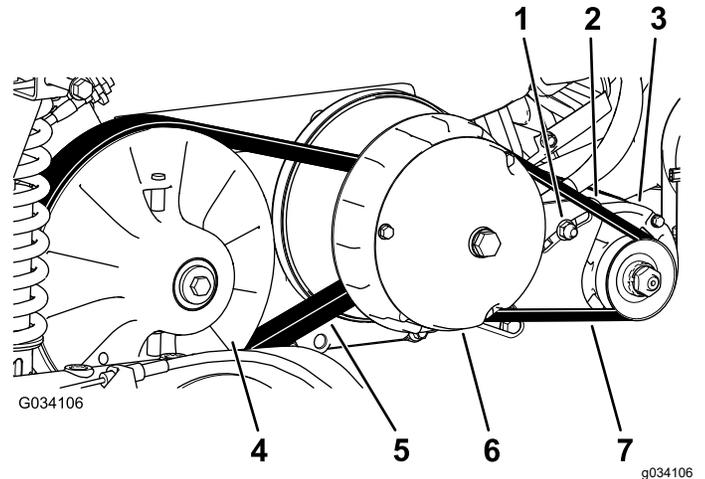

図 66
6. ベルト 図 66を手で回転させながら、磨耗や破損がないかを点検する。
3. 2次クラッチを回しながら2次クラッチ部分でベルトを外す(図 66)。
4. 1次クラッチからベルトを外す (図 66)。
5. 新しいベルトを一次クラッチに掛ける 図 66。
6. 2次クラッチを回しながら2次クラッチ部分でベルトを外す(図 66)。
2. スタータジェネレータのピボットナットをゆるめる 図 66。
4. バールを下に押ししてスタータを下げる。ベルトを $44 \text{ N}\cdot\text{m}4.5 \text{ kg}$ の力で押した時のたわみが 6 mm になるようにスタータの位置を調整する 図 66。
5. ピボットナットを手締めし、バールを取り外す 図 66。